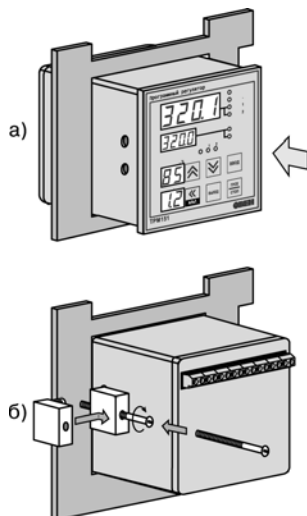

Рисунок 7.2 – Установка прибора щитового крепления
1. Прибор вставляется в специально подготовленное отверстие на лицевой панели щита (см. Приложение А и рисунок 7.2, а).
2. Фиксаторы из комплекта поставки вставляются в отверстия на боковых стенках прибора (рисунок 7.2, б).